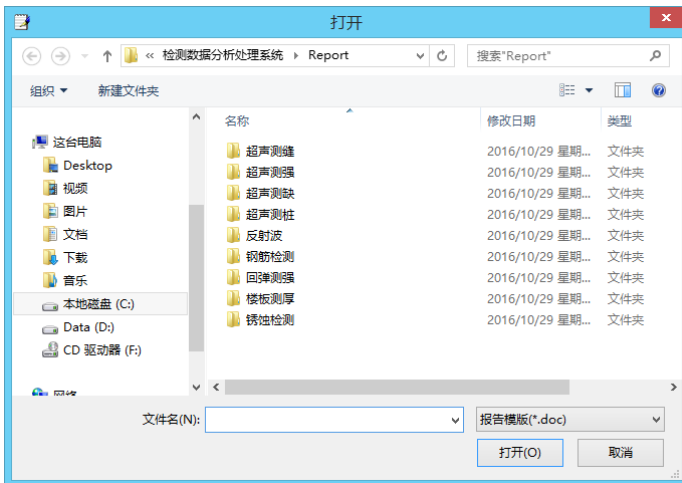

图 2.30 模版选择对话框
- 3) 点击**模版文件**右侧的**选择**按钮，弹出图 2.30 所示“打开